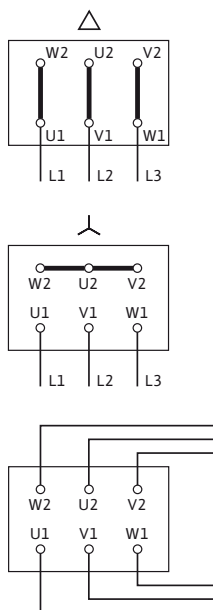

рис. 12: Подключение к сети
- Схема электроподключения находится в крышке клеммной коробки (см. также рис. 12).
- Электроподключение на клеммной колодке зависит от мощности мотора P_2 , от сетевого напряжения и от типа пуска. Необходимое переключение соединительных перемычек в клеммной коробке определить по следующей таблице и рис. 12.